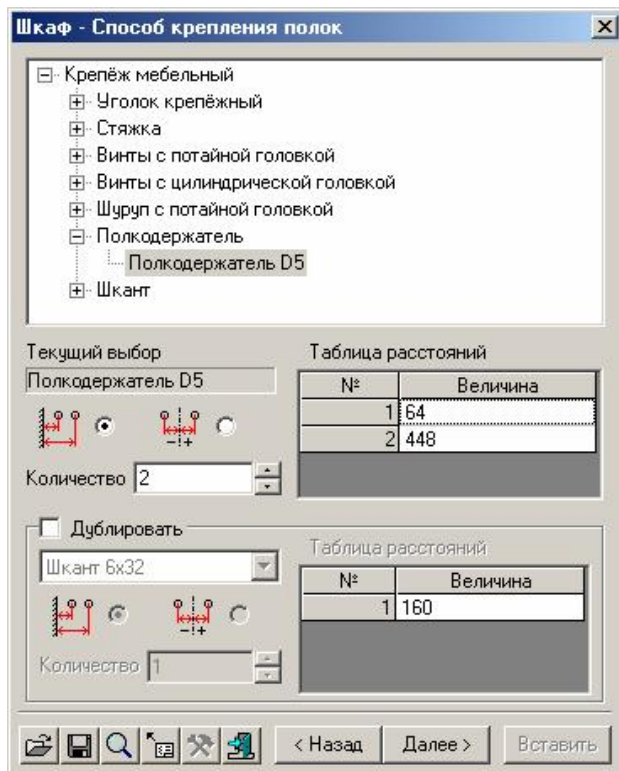
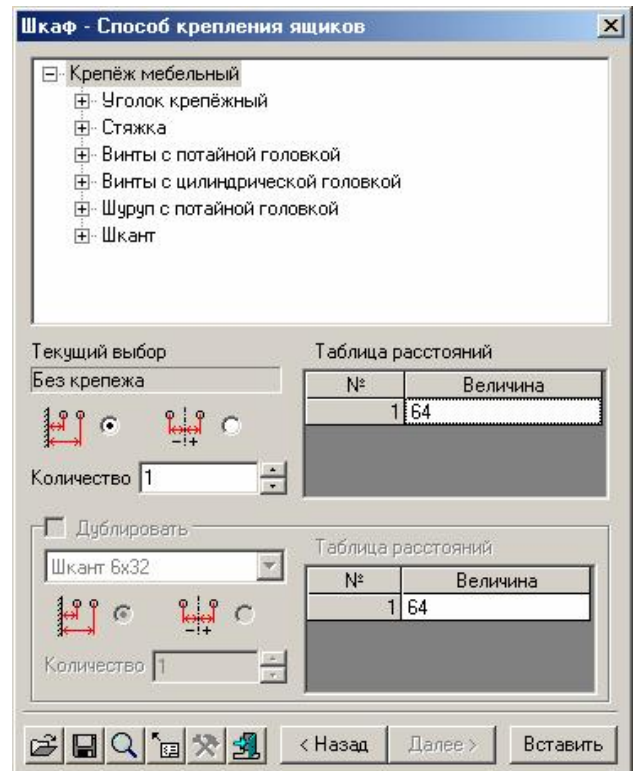

Рис. 129 Диалоговое окно выбора крепежных элементов для полок
Рис. 130 Диалоговое окно выбора крепежных элементов для ящиков
Аналогичным образом можно задать крепеж для полок (рис. 129) и выдвижных ящиков (рис. 130). В последнем случае выбран вариант **Без крепежа**, поскольку предполагается использовать ящики уже поступающие в собранном виде (возможно, готовые покупные изделия). Более подробно операции по выбору крепежных элементов в конструкции шкафа описаны в п. 2.6.
После того, как все параметры, необходимые для построения модели изделия, заданы, становится доступной кнопка **Вставить** (рис. 130), которая ранее была неактивна. При щелчке мышью на этой кнопке выполняется переход в окно редактирования **bCAD**, в котором можно наблюдать процесс построения графического изображения модели проектируемого шкафа. Затем, используя курсор мыши в виде зеленого перекрестия или диалоговое окно для задания координат точки вставки, можно указать местоположение модели в этом окне.
1. При определении крепежных элементов в диалоговом окне **Шкаф - Способ крепления полок** (см. выше рис. 129) задать требуемое количество полкодержателей (3) и значения в таблице расстояний (64, 272 и 480 мм). После того как модель изделия сформирована, удалить лиш-